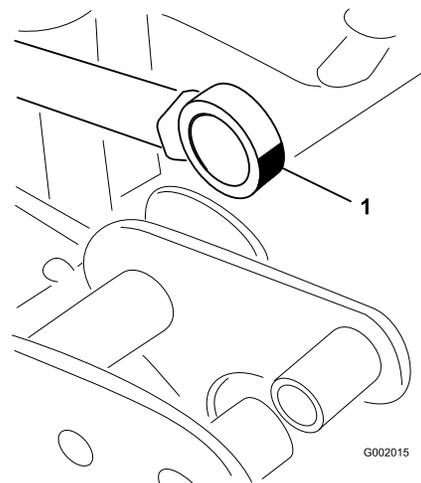

Figura 66
5. Manipule el extremo del cojinete del émbolo del actuador y aplique grasa al cojinete (Figura 66).